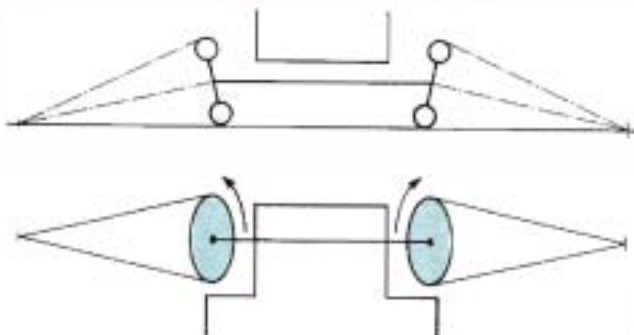

Figure 17.16 • Effet du carrossage positif. Les roues roulent sur les génératrices d'un cône d'où divergence des roues.
- la convergence ou la divergence des roues par roulage sur la génératrice d'un cône (figure 17.16) ;